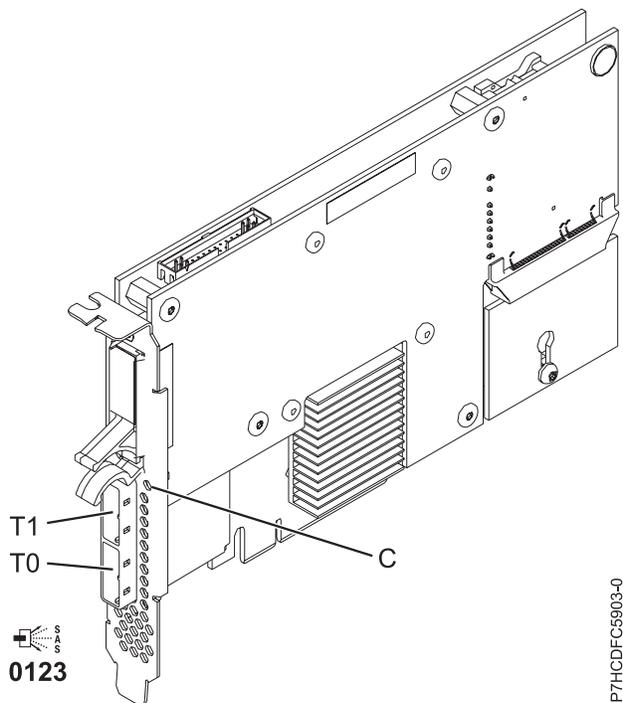

Figura 39. Adaptador RAID SAS PCIe Dual - x4 de 3 Gb
El adaptador 5805 contiene un LED ((C) en Figura 39 en la página 115) que parpadea si hay datos en la memoria caché. El LED de presencia de datos en la memoria caché parpadea cuando es posible que haya datos en la memoria caché sobre el adaptador. Si el LED de presencia de datos en memoria caché está parpadeando, no sustituya la batería de memoria caché. Si se sustituye cuando el LED está parpadeando, los datos de la memoria caché se perderán. Consulte Figura 39 en la página 115 para localizar el LED de presencia de datos en la memoria caché sobre este adaptador.